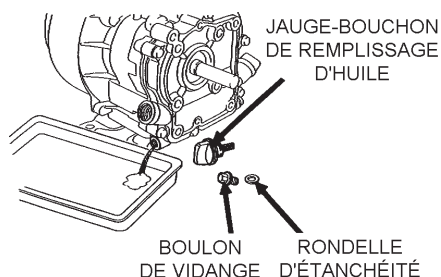

Figure 20. Jauge à huile (vidange)
1. Vider l'huile moteur lorsqu'elle est **chaude**, comme illustré à la figure 20.